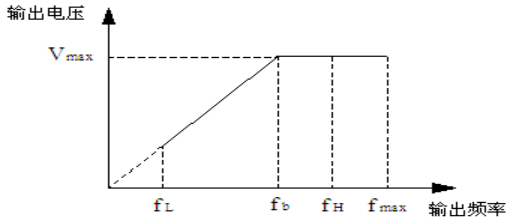

图 F0-1 电压与频率示意图
如图 F0-1 所示：
4. 最大输出频率、上限频率、下限频率的关系如上图 F0-1 所示，设置时请注意大小顺序。